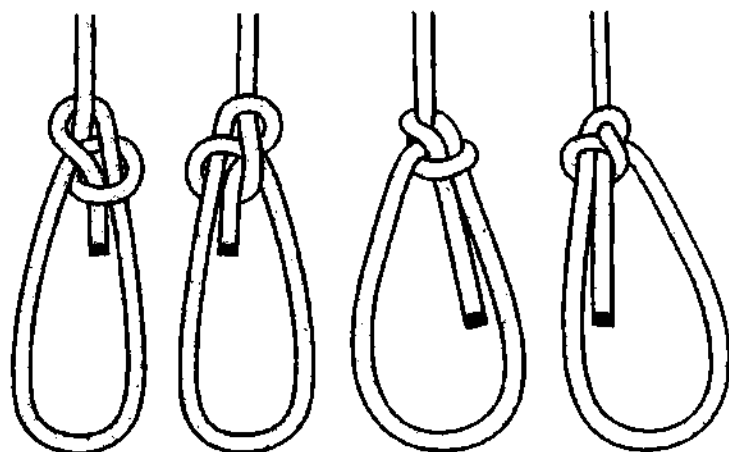
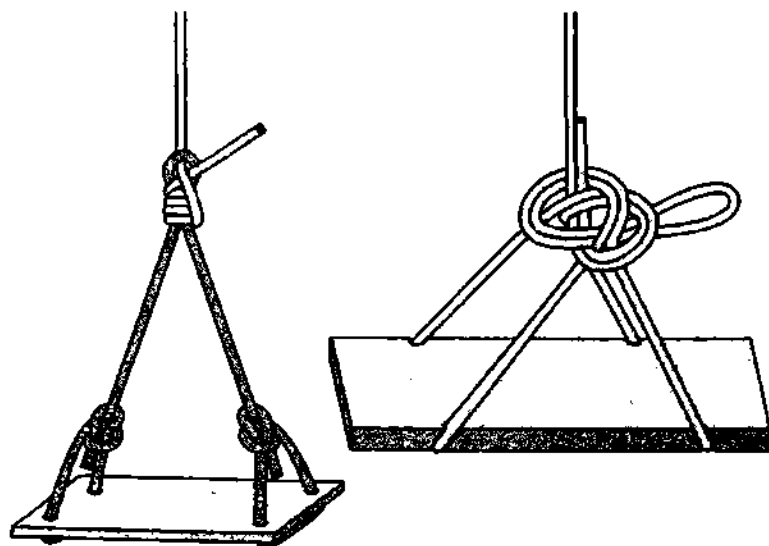

Рис. 281. Беседочный узел.
Рис. 282. Беседка.
**Беседочный узел** – очень древний узел (рис. 281). Он был известен людям ещё в каменном веке задолго до того, как его стали использовать на судах финикийские и египетские моряки. Русские моряки называют эту петлю **беседочным узлом**, так как он часто использовался для устройства беседки – деревянной доски для подъёма или опускания человека при ремонтных работах на судне (рис. 282). Похожее название петля имеет у французов – **узел-стул**, ведь в петле можно сидеть даже без прилаживания к ней деревянной доски. Английское название петли – **Bowline Bend**, что означает «узел булиня», снасти, с помощью которой от-